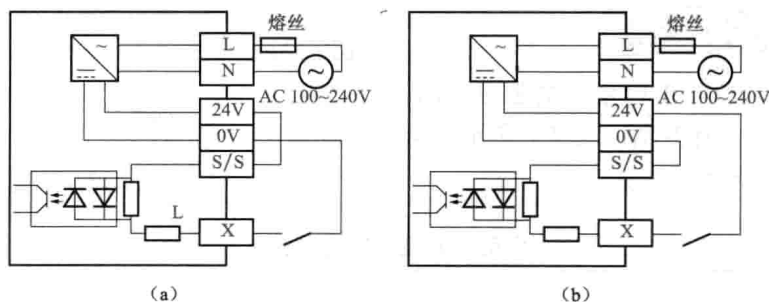

图 2-3 输入信号接线
所谓漏型输入是指 DC 输入信号是从输入端子 (X) 流出电流，所谓源型输入是指 DC 输入信号是电流流向输入端子 (X)，如图 2-3 所示。